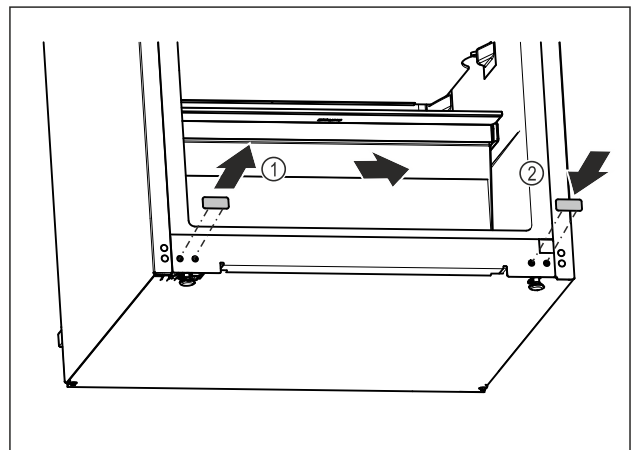

Fig. 20
- ▶ Vyťahnite kryciu zátku. Fig. 20 (1)
- ▶ Nasadte kryciu zátku na opačnú stranu. Fig. 20 (2)